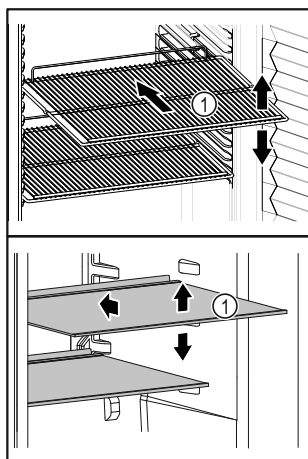

Fig. 81 Immagine a titolo di esempio
- ❑ Se i ripiani Fig. 81 (1) sono spostati, adattare i ripiani in base all'altezza.